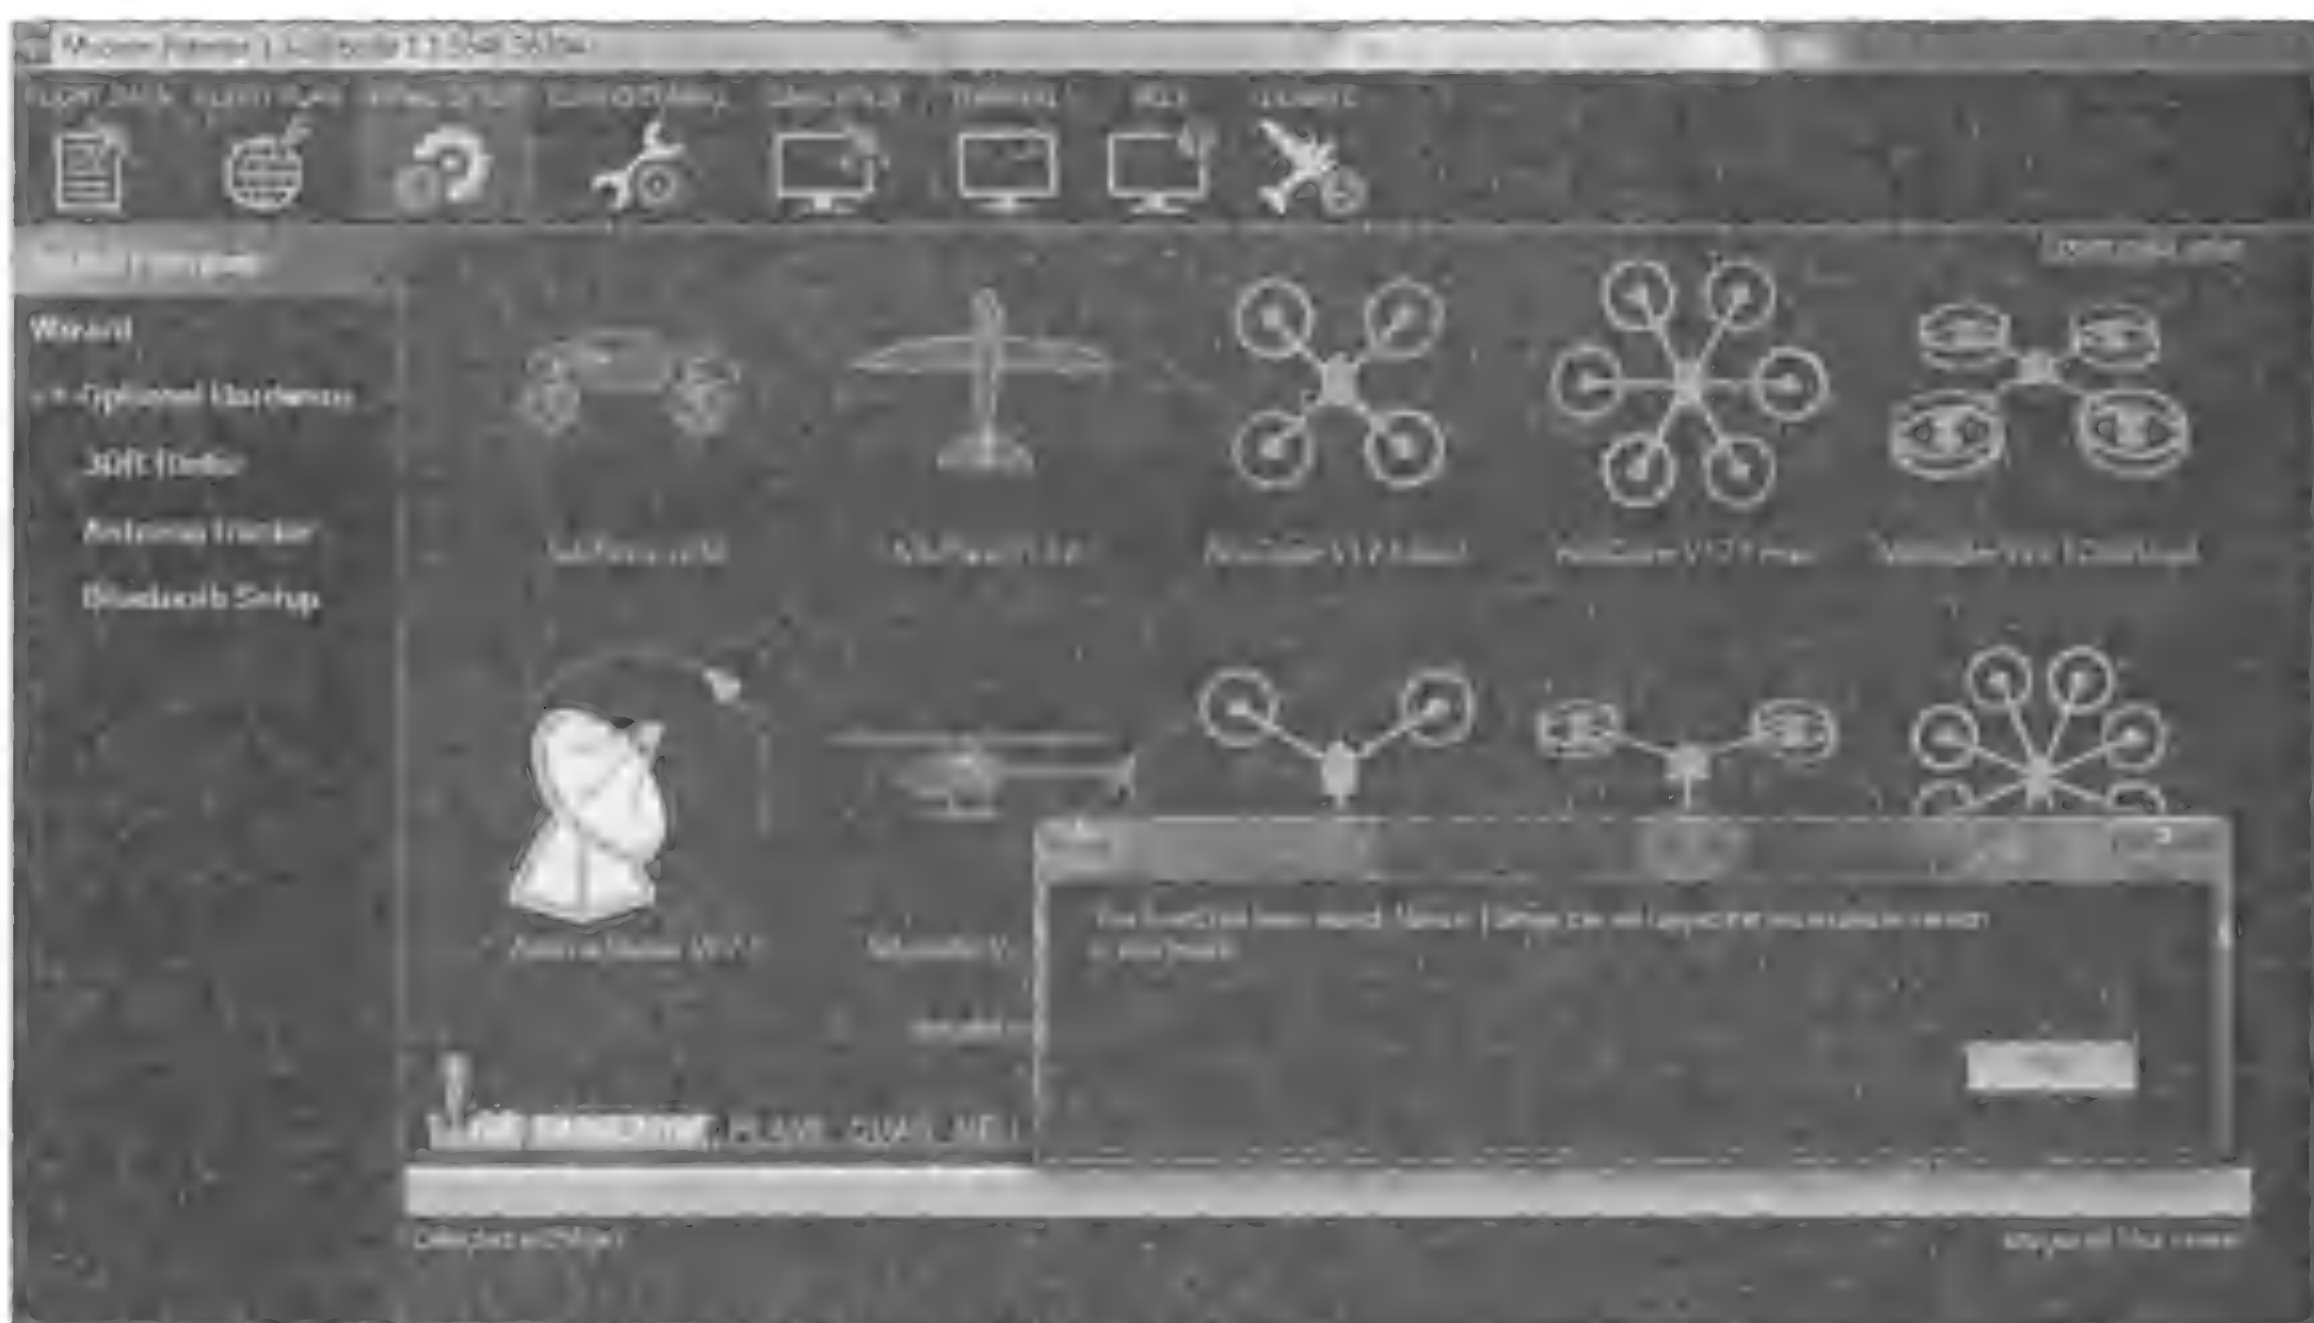

Рис. 9.3. Mission Planner автоматически найдет самую последнюю прошивку, поддерживаемую контроллером АРМ
6. Mission Planner найдет самую последнюю версию прошивки АРМ, подходящую для вашего оборудования, и запустит процесс обновления. Нажмите кнопку **ОК** для продолжения (рис. 9.3).